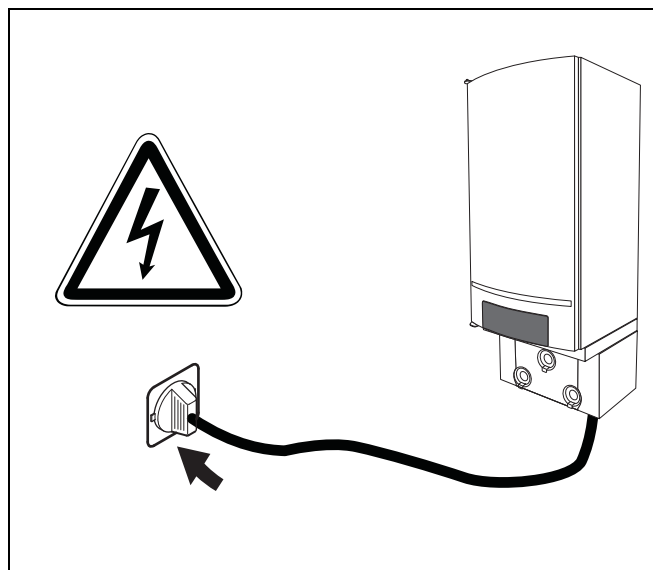

Fig. 38 Inserire la spina
- Inserire la spina del cavo di rete nella presa Schuko (230 VAC/50 Hz) (fig. 38).